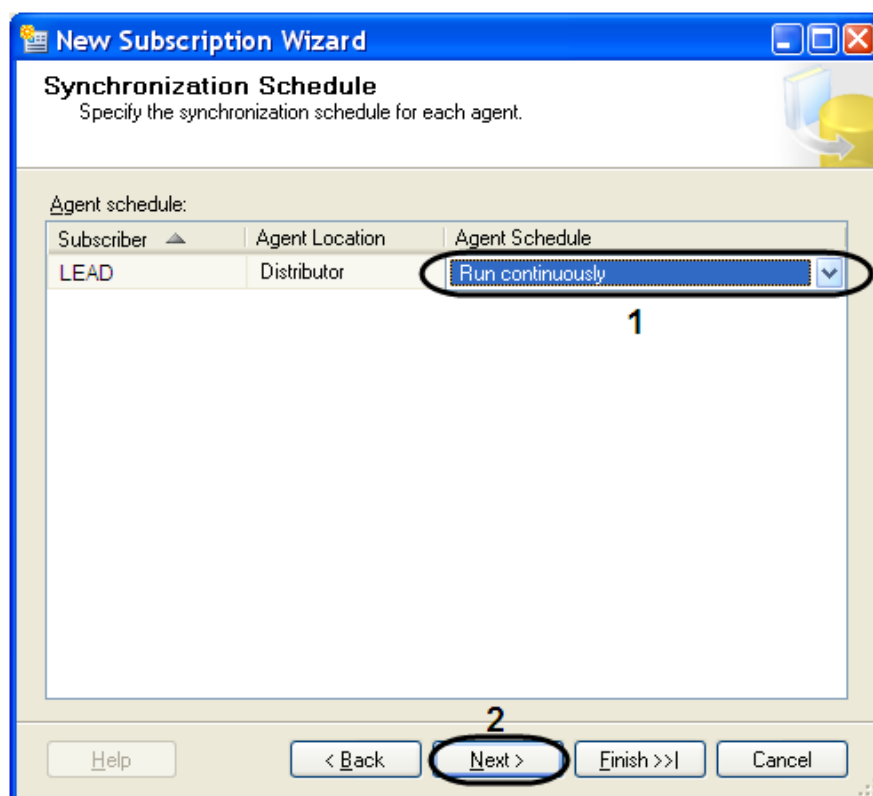

Рис. 11.3—18. Настройка расписания работы агента распространителя
17. Для продолжения нажать кнопку «Next>» (см. Рис. 11.3—18, 2).